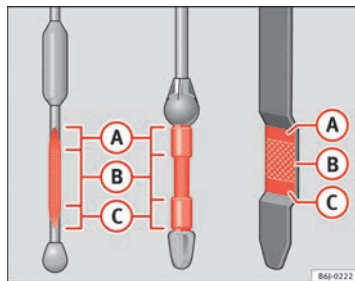

Fig. 132 Jauge d'huile moteur
- Puis retirez-la à nouveau et vérifiez le niveau d'huile ⇒ fig. 132. Faites l'appoint d'huile moteur si nécessaire. ►